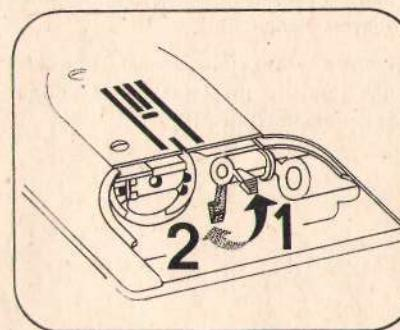

рис. 16
14. Опускание транспортера (рис. 16)